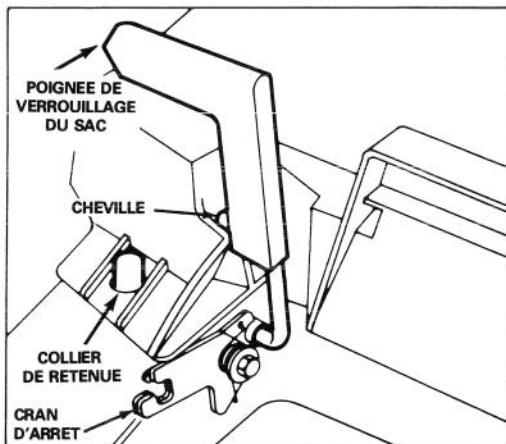

Figure 9
4. INSTALLATION DU SAC — Faites glisser l'orifice de l'armature du sac sur le collier de retenue du logement (Fig. 9) et placez l'arrière de l'armature du sac sur le mancheron inférieur.
5. Tirez la poignée de la porte d'éjection vers l'avant jusqu'à ce que la cheville se dégage du cran d'arrêt et déplacez la poignée vers l'arrière jusqu'à ce que la cheville soit verrouillée dans l'encoche du sac (Fig. 9). La porte d'éjection du carter de la tondeuse est maintenant ouverte. Il peut s'avérer nécessaire d'appuyer sur la partie supérieure droite de la porte du sac pour dégager la cheville de verrouillage de la poignée du cran d'arrêt.